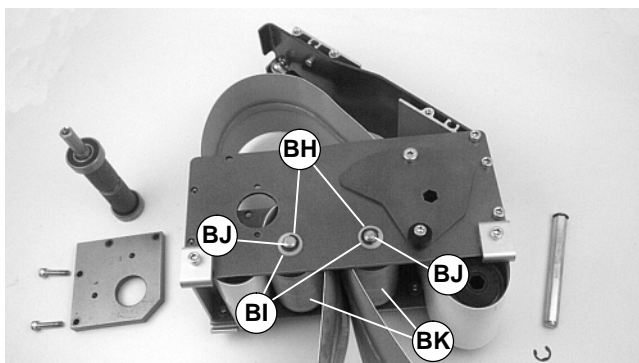

Abbildung 44
- Bei 44 mm, 70 mm oder 95 mm breiten Förderern den Sprengring (BH siehe Abbildung 44) abnehmen. Unterlegscheiben entfernen (BI). Umlenkswelle (BJ) und Umlenkspindel abnehmen (BK).